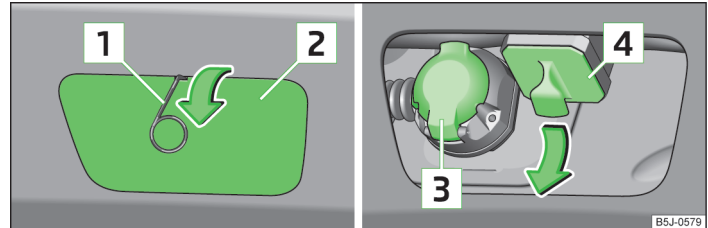
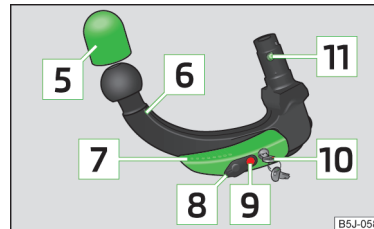

Abb. 101 Abdeckkappe abnehmen: am hinteren Stoßfänger / für den Aufnahmeschacht
Abb. 102 Kugelstange
Bildbeschreibung » Abb. 101 und » Abb. 102
- Die Abdeckkappe am hinteren Stoßfänger **2** » Abb. 101 auf Seite 119 mithilfe des Bügels zum Abziehen der Radvollblenden in Pfeilrichtung abnehmen.
- Die Abdeckkappe für den Aufnahmeschacht **4** » Abb. 101 auf Seite 119 in Pfeilrichtung abziehen » **!**.
Die Kappe **2** sowie die Kappe **4** » Abb. 101 auf Seite 119 nach dem Abnehmen an einer geeigneten Stelle im Gepäckraum aufbewahren.
- Die Abdeckkappe für den Aufnahmeschacht **4** » Abb. 101 auf Seite 119 entgegen der Pfeilrichtung einsetzen.
- Die Abdeckkappe am hinteren Stoßfänger **2** » Abb. 101 auf Seite 119 an die „Häkchen“ im unteren Stoßfängerbereich ansetzen.